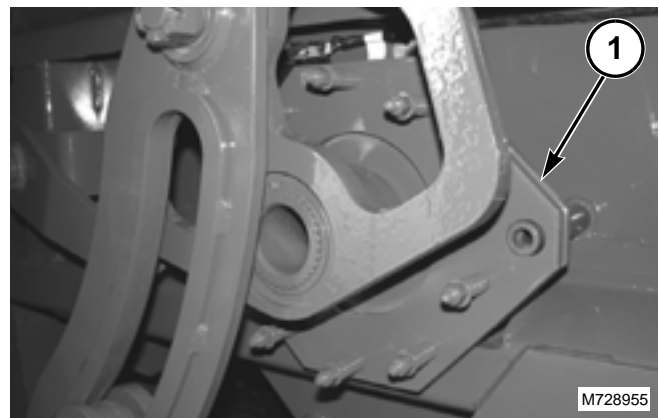

FIG. 20
FIG. 20: El freno del dispositivo de llenado (1) mantiene las uñetas del dispositivo de llenado en la posición inicial cuando el embrague del dispositivo de llenado se desconecta. El freno del dispositivo de llenado debe deslizarse durante cada ciclo del dispositivo de llenado. Si está muy apretado, el freno del dispositivo de llenado se calentará.